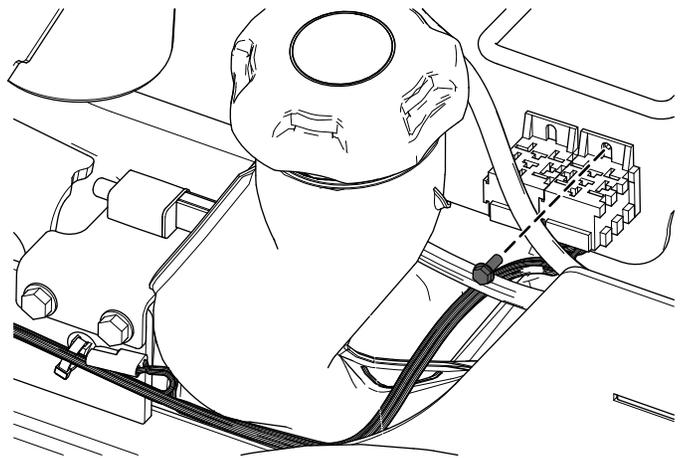

Bild 16
4. Befestigen Sie den Kabelbaum in der Nähe der Relais mit der Blechschraube (Bild 16).